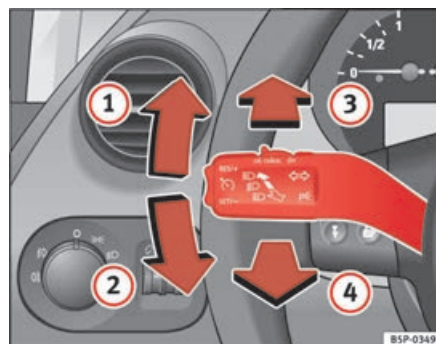

Fig. 78 Leva degli indicatori di direzione e degli abbaglianti
- Spingere la leva verso l'alto (fino al riscontro) ⇒ fig. 78 **1** se si vuole mettere la freccia **a destra**; verso il basso **2** invece, per mettere la freccia **a sinistra**. ▶
- Per accendere gli abbaglianti si deve spingere in avanti la leva → pag. 119, fig. 78 **3**.